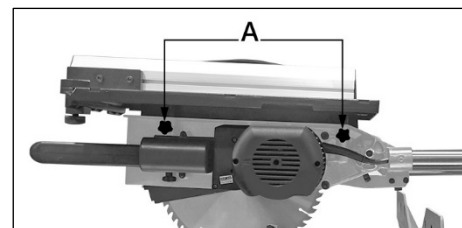

Рисунок 11.
*При работе на верхнем столе необходимо установить нижний защитный кожух. Плотнo затяните два винта-фиксатора высоты верхнего рабочего стола **A** (рис. 11).*